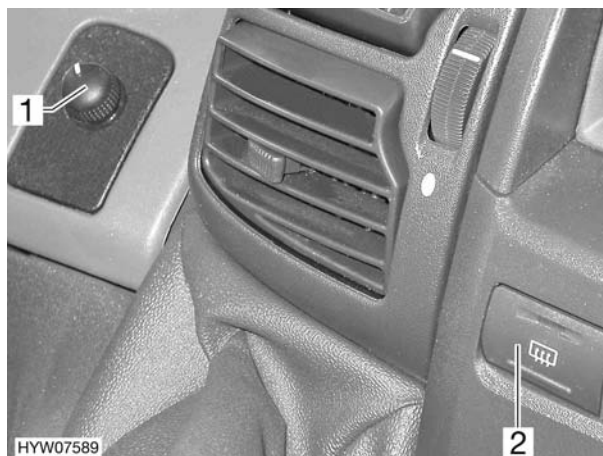
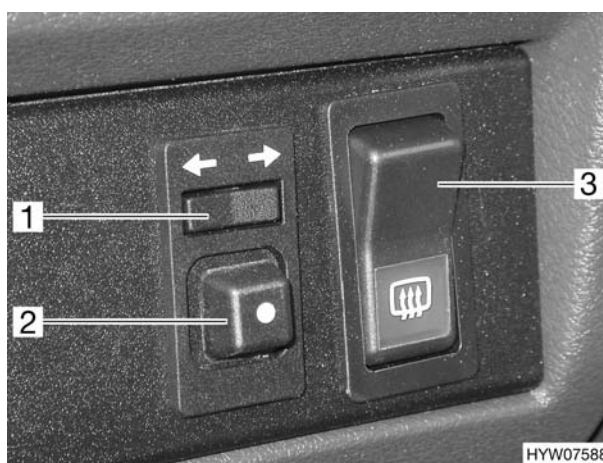

Bild 30 Schalter Basisfahrzeug Fiat
Bild 31 Schalter Basisfahrzeug Mercedes-Benz
- Den Spiegel, der eingestellt werden soll, wählen. Dazu den Wippschalter (Bild 30,1) links oder rechts drücken bzw. den Drehschalter (Bild 31,1) nach links oder rechts drehen.
- Den Spiegel durch Drücken des Schalters (Bild 30,2 bzw. Bild 31,1) in die entsprechende Richtung einstellen.
- Den Schalter (Bild 30,3 bzw. Bild 31,2) betätigen. Die Kontroll-Leuchte im Schalter zeigt den Betrieb an.